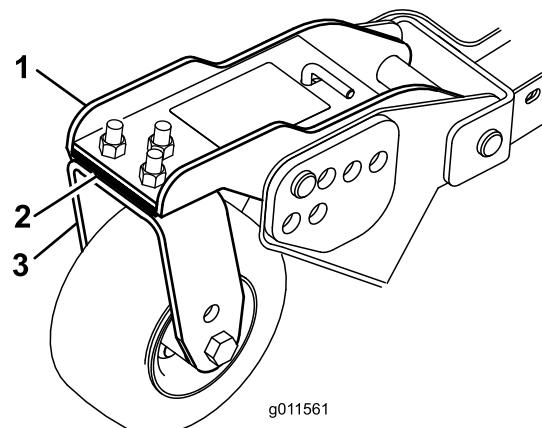

図 75
- キャスタアームをキャスタフォーク固定しているキャップスクリュとナットを外す図75。